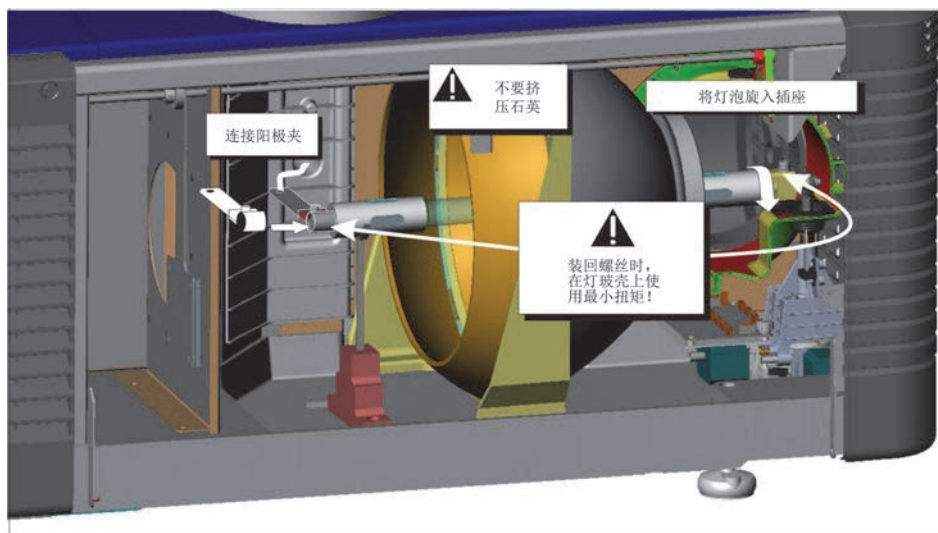

图 4-2 安装新灯泡
- 将灯泡有螺纹的阴极 (-) 端插入位于灯泡室后侧的负极灯泡接头螺母中。(图 4-2) 用双手将此端拧入螺纹螺母中并用手拧紧。**当心！ 1) 只能拿住灯泡的阴极 / 阳极端轴，决不能拿住玻璃。不要过度拧紧。不要以任何方式对玻璃施加压力。 2) 检查导线。确保灯泡和启动器之间的阳极 (+) 导线远离数字电影放映机的任何金属部分，例如反射器或防火墙。**
- 将灯泡的阳极 (+) 放在阳极叉架上，并将正极灯泡接头滑到灯泡端上。(图 4-2) 使用 5 毫米艾伦内六角扳手与阳极夹一起挤压，确保不在灯泡石英管上施加任何扭矩。**重要须知！** 确保灯泡阳极端的“扁平”部分朝上。**警告！** 爆炸危险 - 不要对灯泡的阳极端施加扭矩。